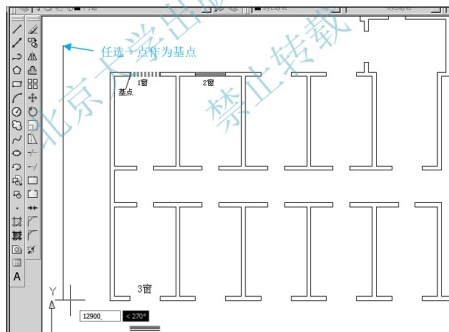

图 2.85 靠距离定位复制门窗
(1) 单击【修改】工具栏上的【复制】图标, 启动【复制】命令。
(2) 在**选择对象**:提示下,选择 1 窗作为被复制的对象,并按 Enter 键进入下一步命令。
(3) 在**指定基点或[位移(D)] <位移>**:提示下,在绘图区任意单击一点作为复制基点。
(4) 在**指定基点或[位移(D)] <位移>**:指定第二个点或<使用第一个点作为位移>:提示下,打开【正交】功能,将光标垂直向下拖动,输入“12900”(该值为 A 轴线与 D 轴线之间的距离),如图 2.85 所示,然后按 Enter 键。